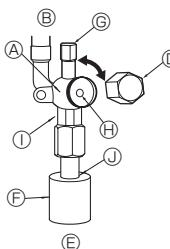

Fig. 4-6
- ① Quite la tapa, tire de la manivela hacia usted y gire 1/4 de vuelta hacia la izquierda para abrir.
- ② Cerciórese de que la válvula de parada esté completamente abierta, empuje la manivela y enrosque la tapa en su posición original.
- (2) Lado del líquido de A24-A42 y lado del gas/líquido de A12, A18 (Fig. 4-6)
- ① Abra la tapa y gire la varilla de válvula hacia la izquierda hasta su tope, utilizando una llave hexagonal de 4 mm. Deje de girar cuando llega al tope. (ø6,35, 1/4 inch: Aproximadamente 4,5 revoluciones) (ø9,52, 3/8 inch: Aproximadamente 10 revoluciones)